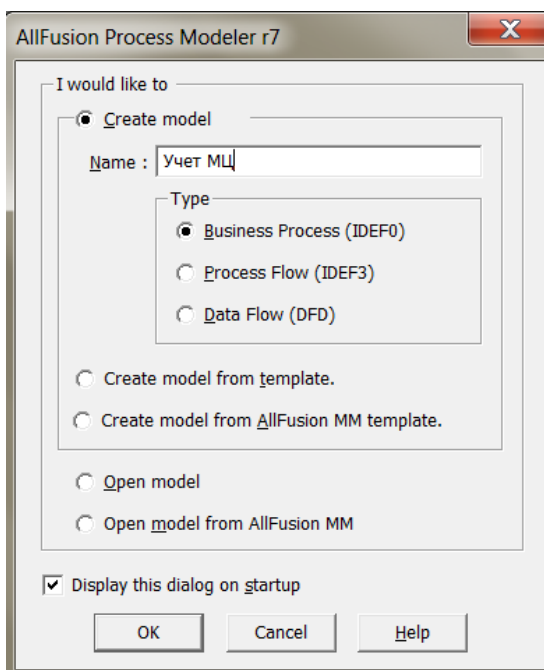

Рисунок 1.1 – Диалог создания модели
1. Создайте новый файл модели бизнес-процесса, используя пункт меню File/New. При создании новой модели возникает диалоговое окно, в котором следует указать, будет ли создана модель заново или она будет открыта из файла, задать имя модели и выбрать методологию, в которой будет построена модель (см. рисунок 1.1).